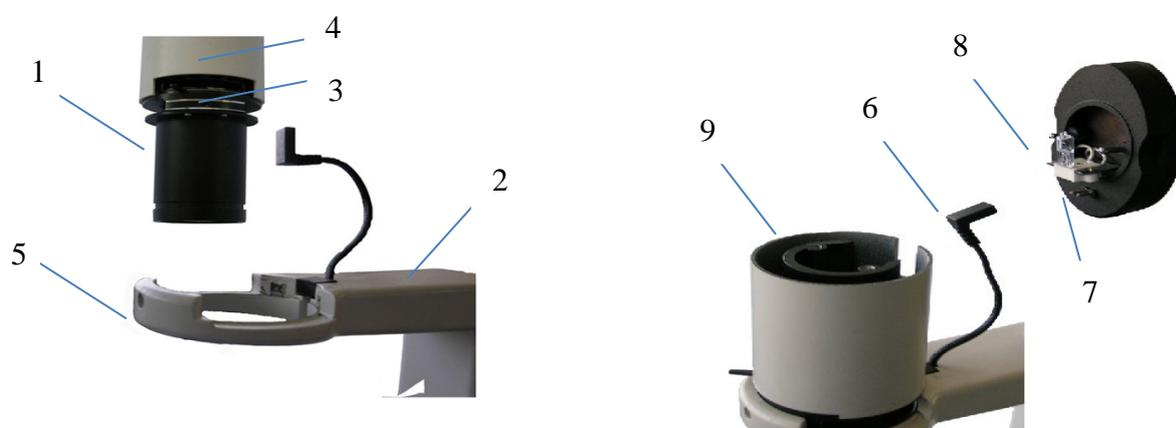

Рис. 3 – Сборка осветительного блока
3.9. Порядок сборки и установки блока осветителя (рис. 3)
4.10.2. Лампа находится в держателе лампы. Вывинтите винты крепления держателя лампы (см. рис. 3) и снимите держатель с осветительного устройства. Замените перегоревшую лампу на новую (см. рис. 15). Замену лампы следует производить в перчатках, для того чтобы на поверхности не остались жировые следы, которые могут пригореть во время работы лампы.